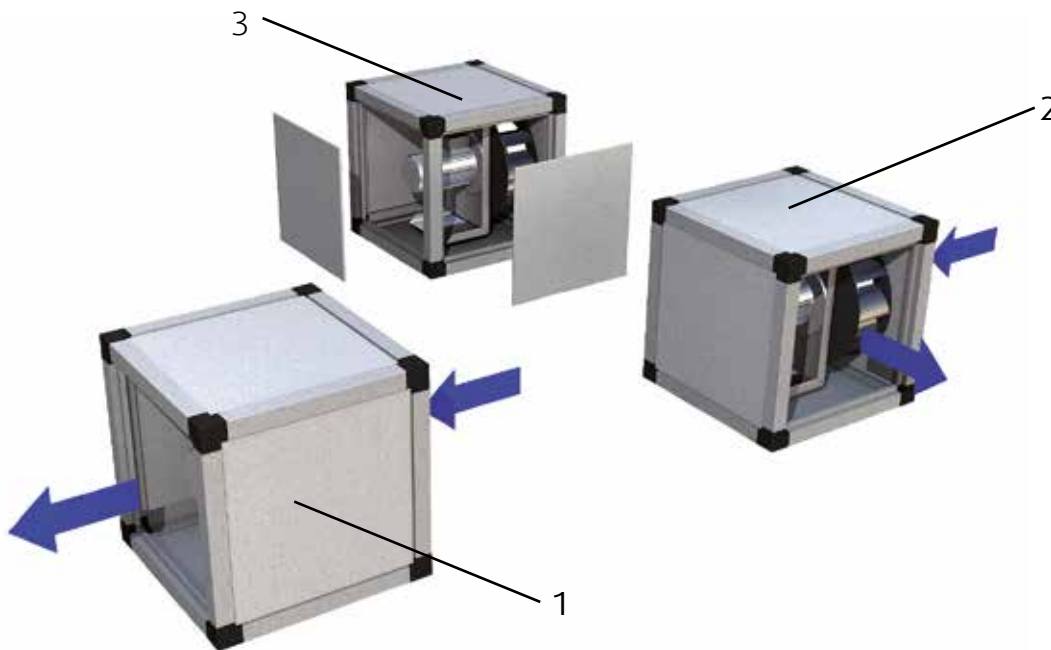

Imagen 11: MUB con las diferentes posibilidades de descarga
- ☞ Cierre los otros lados con los paneles laterales (vea Imagen 11).